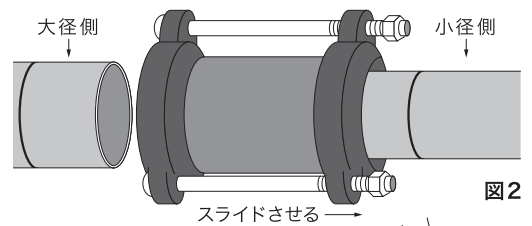

図2
4. フレキシギブをスライドさせ、印の部分まで挿入します(図2)。